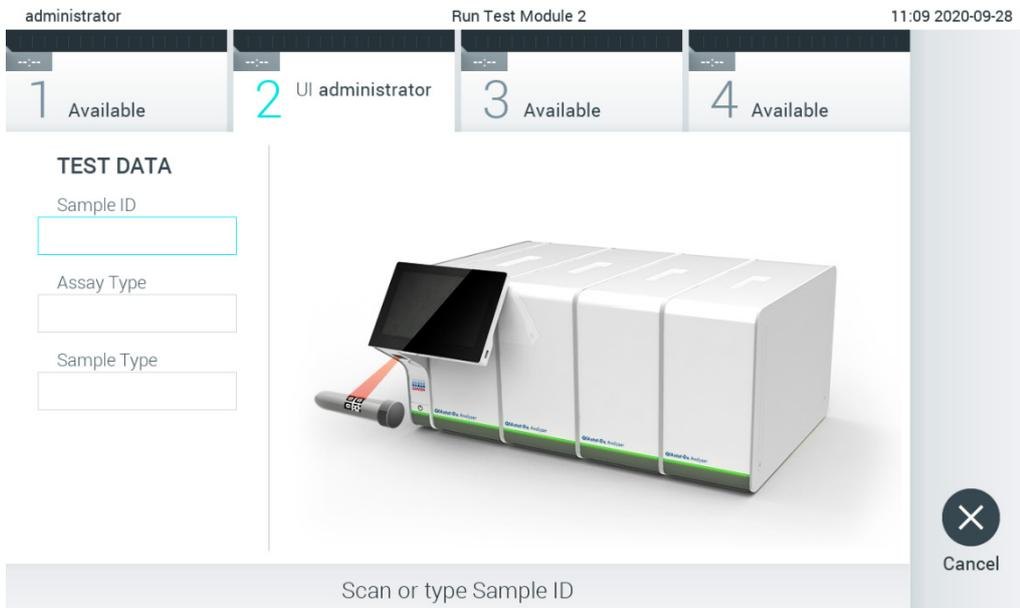

Figura 82. Scansione del codice a barre dell'ID campione
2. Quando richiesto, eseguire la scansione del codice a barre dell'ID campione utilizzando il lettore di codici a barre integrato nel modulo operativo (Figura 82).